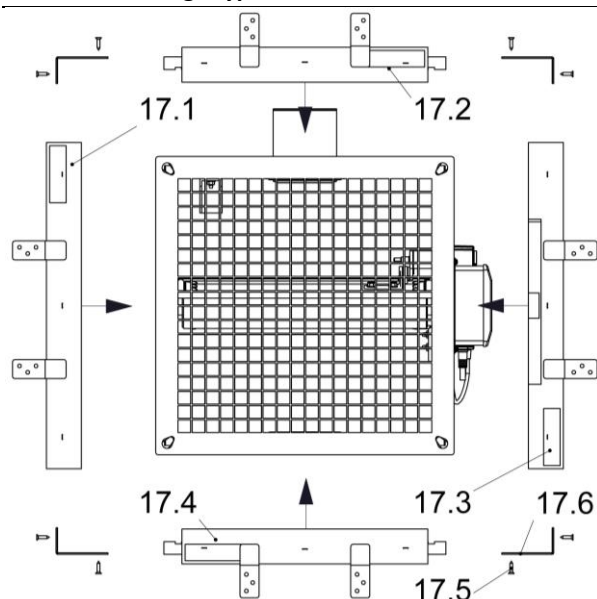

Figure 41 : BKA-Ü avec cadre de montage type ER-A1 (non monté)
Si le cadre de montage du type ER-A1 a été commandé ou livré séparément, celui-ci doit être monté sur le BKA-Ü (voir Figure 41) conformément aux instructions suivantes.
- Placer le BKA-Ü sur la bride du côté commande (BS).
- Les deux pièces B et H (pos. 17.1 - 17.4) sont positionnées autour du boîtier BKA-Ü (pos. 1) conformément à la Figure 41.
- Ensuite, ces pièces sont vissées l'une à l'autre au niveau des coins à l'aide des cornières d'angle livrées (pos. 17.6) et les boulons à tête fraisée (pos. 17.5).